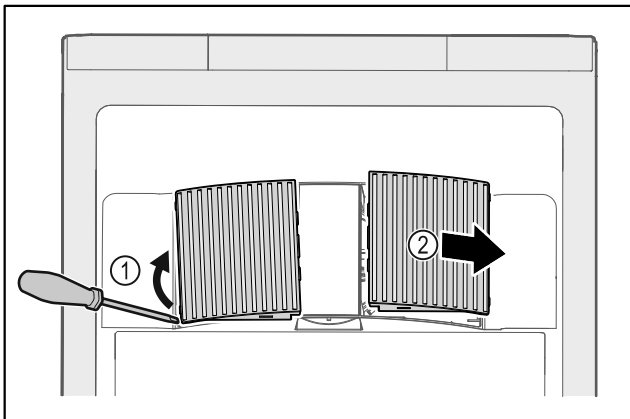

Fig. 164
- ▶ Nxirrni jashtë duke i ngritur lart me kujdes kapakët mbulues të ventilatorit nga anash Fig. 164 (1) dhe hiqini nga përpara Fig. 164 (2).